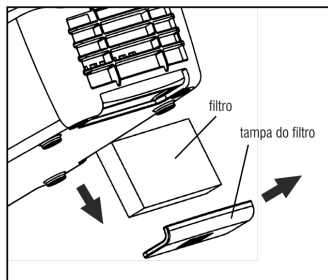

Fig. 10 – Substituição do filtro
- O usuário deve, frequentemente, verificar as condições do filtro que se encontra na parte frontal do compartimento do motor, da pistola de pintura, Fig 10. A boa condição do filtro influencia diretamente no rendimento do equipamento. Para substituí-lo basta retirar a tampa do filtro e logo a seguir o filtro. Instale um novo filtro e reconecte a tampa.